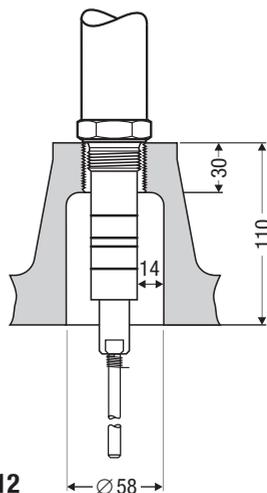

Fig. 12
- ¡Al instalar el electrodo de nivel **NRG 111-51** en una tubuladura con brida DN 50 se debe usar solamente el brida de sombrero de GESTRA! **Fig. 12**
- ¡Al usar el electrodo de nivel **NRG 111-51** es necesario observar los valores límites de pH (10) y de la conductividad eléctrica (100 µS/cm a 25 °C).